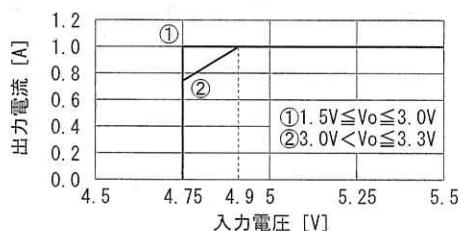

図10.2 BAS50503入力電圧ディレーティング
■BAS50503、BAS150503を出力電圧3.0Vを超えて使用する場合は図10.2~10.3に示すディレーティング特性に従ってください。